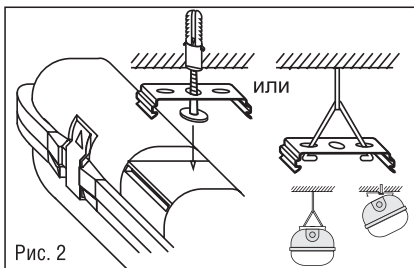

Рис. 2
- Для установки светильника накладным способом монтажа: наметить и просверлить отверстия для установочных кронштейнов на поверхности стены или потолка по месту установки (Рис. 2). Расстояние между центрами отверстий указано в таблице и может варьироваться в пределах ± 5 мм, на Ваше усмотрение. Установить на поверхность стены или потолка установочные скобы (входят в комплект) и защелкнуть в них корпус светильника.